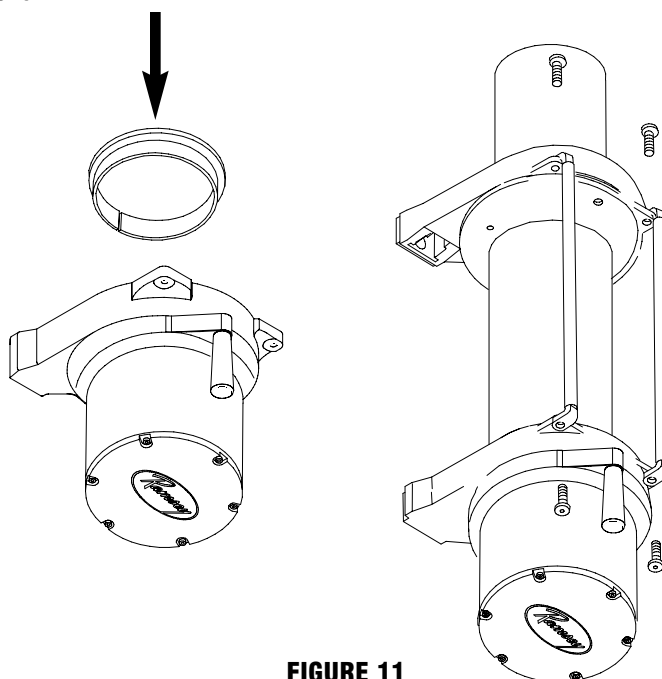

FIGURE 11
11. Retourner le logement de l'engrenage et le déposer sur l'établi, en mettant le couvercle vers le bas (figure 11).